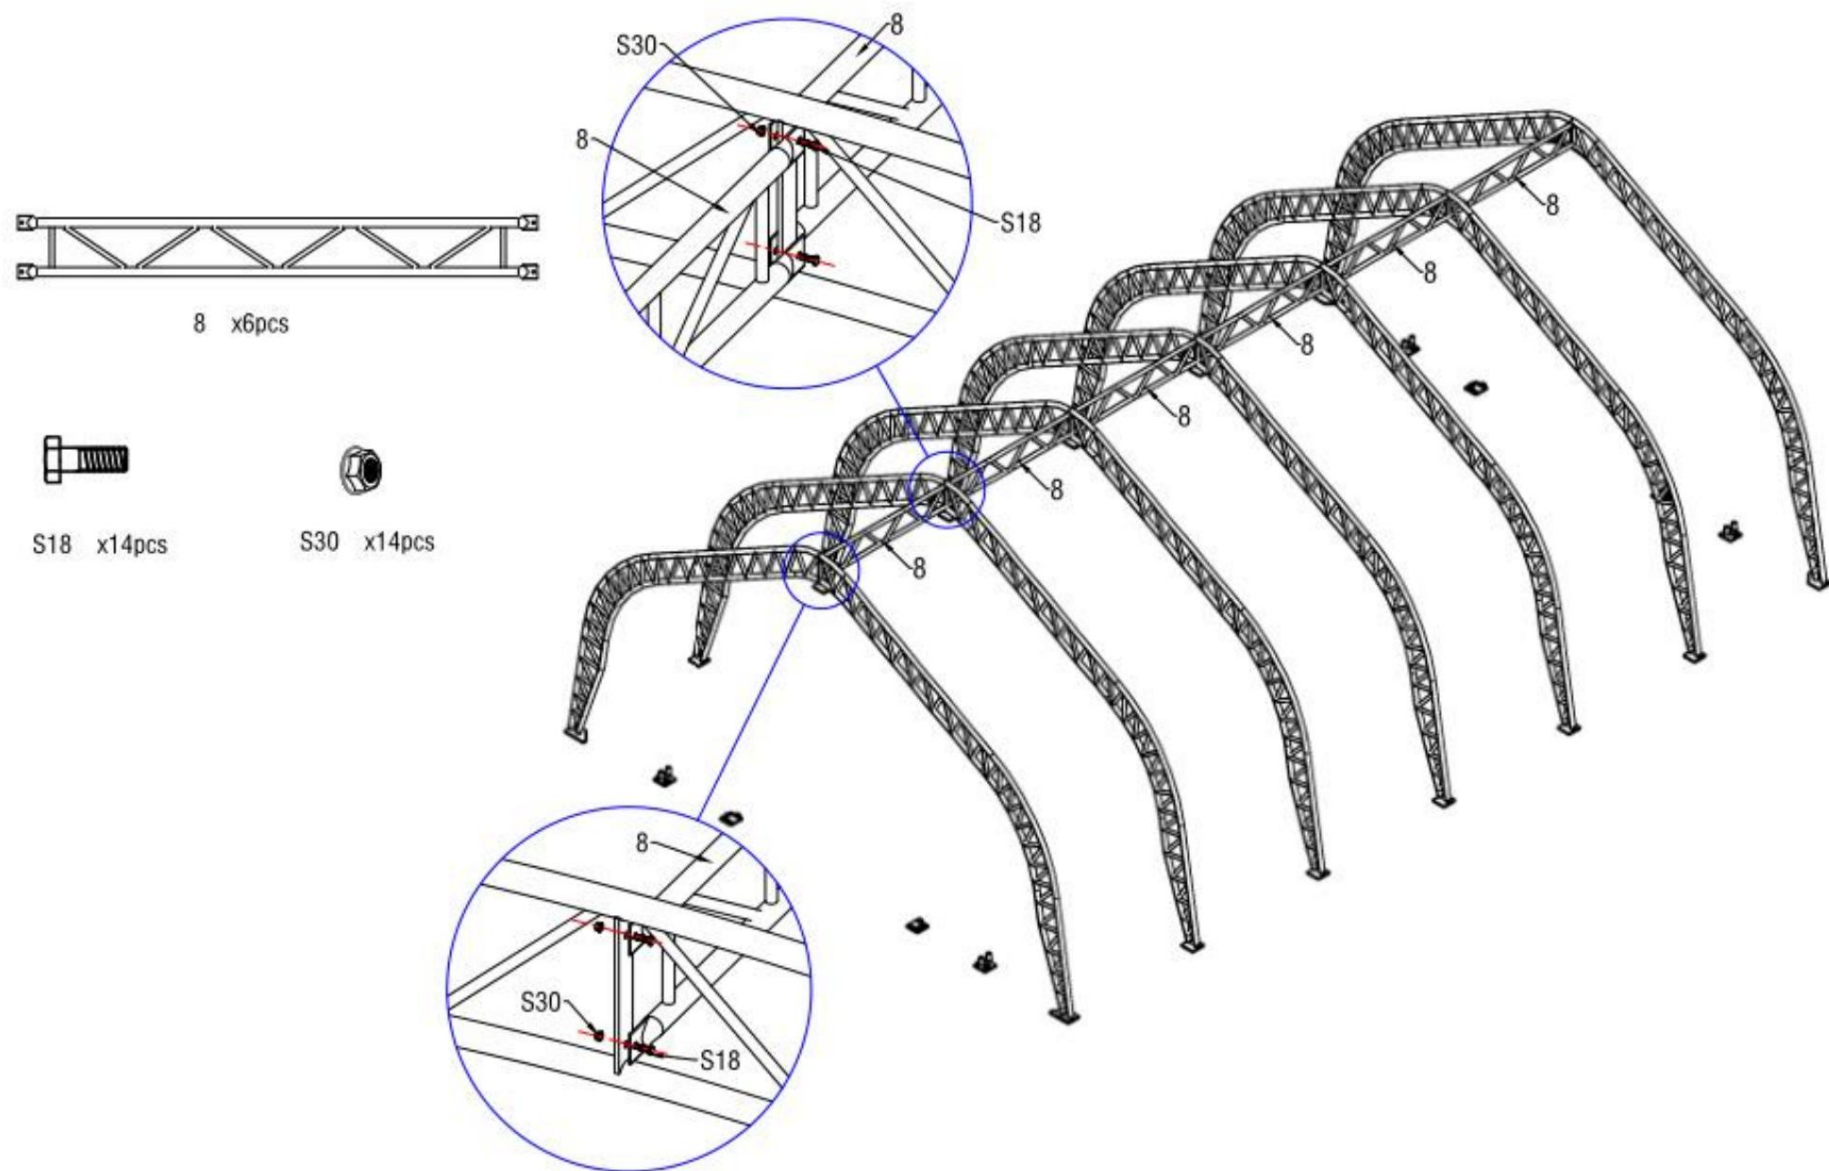
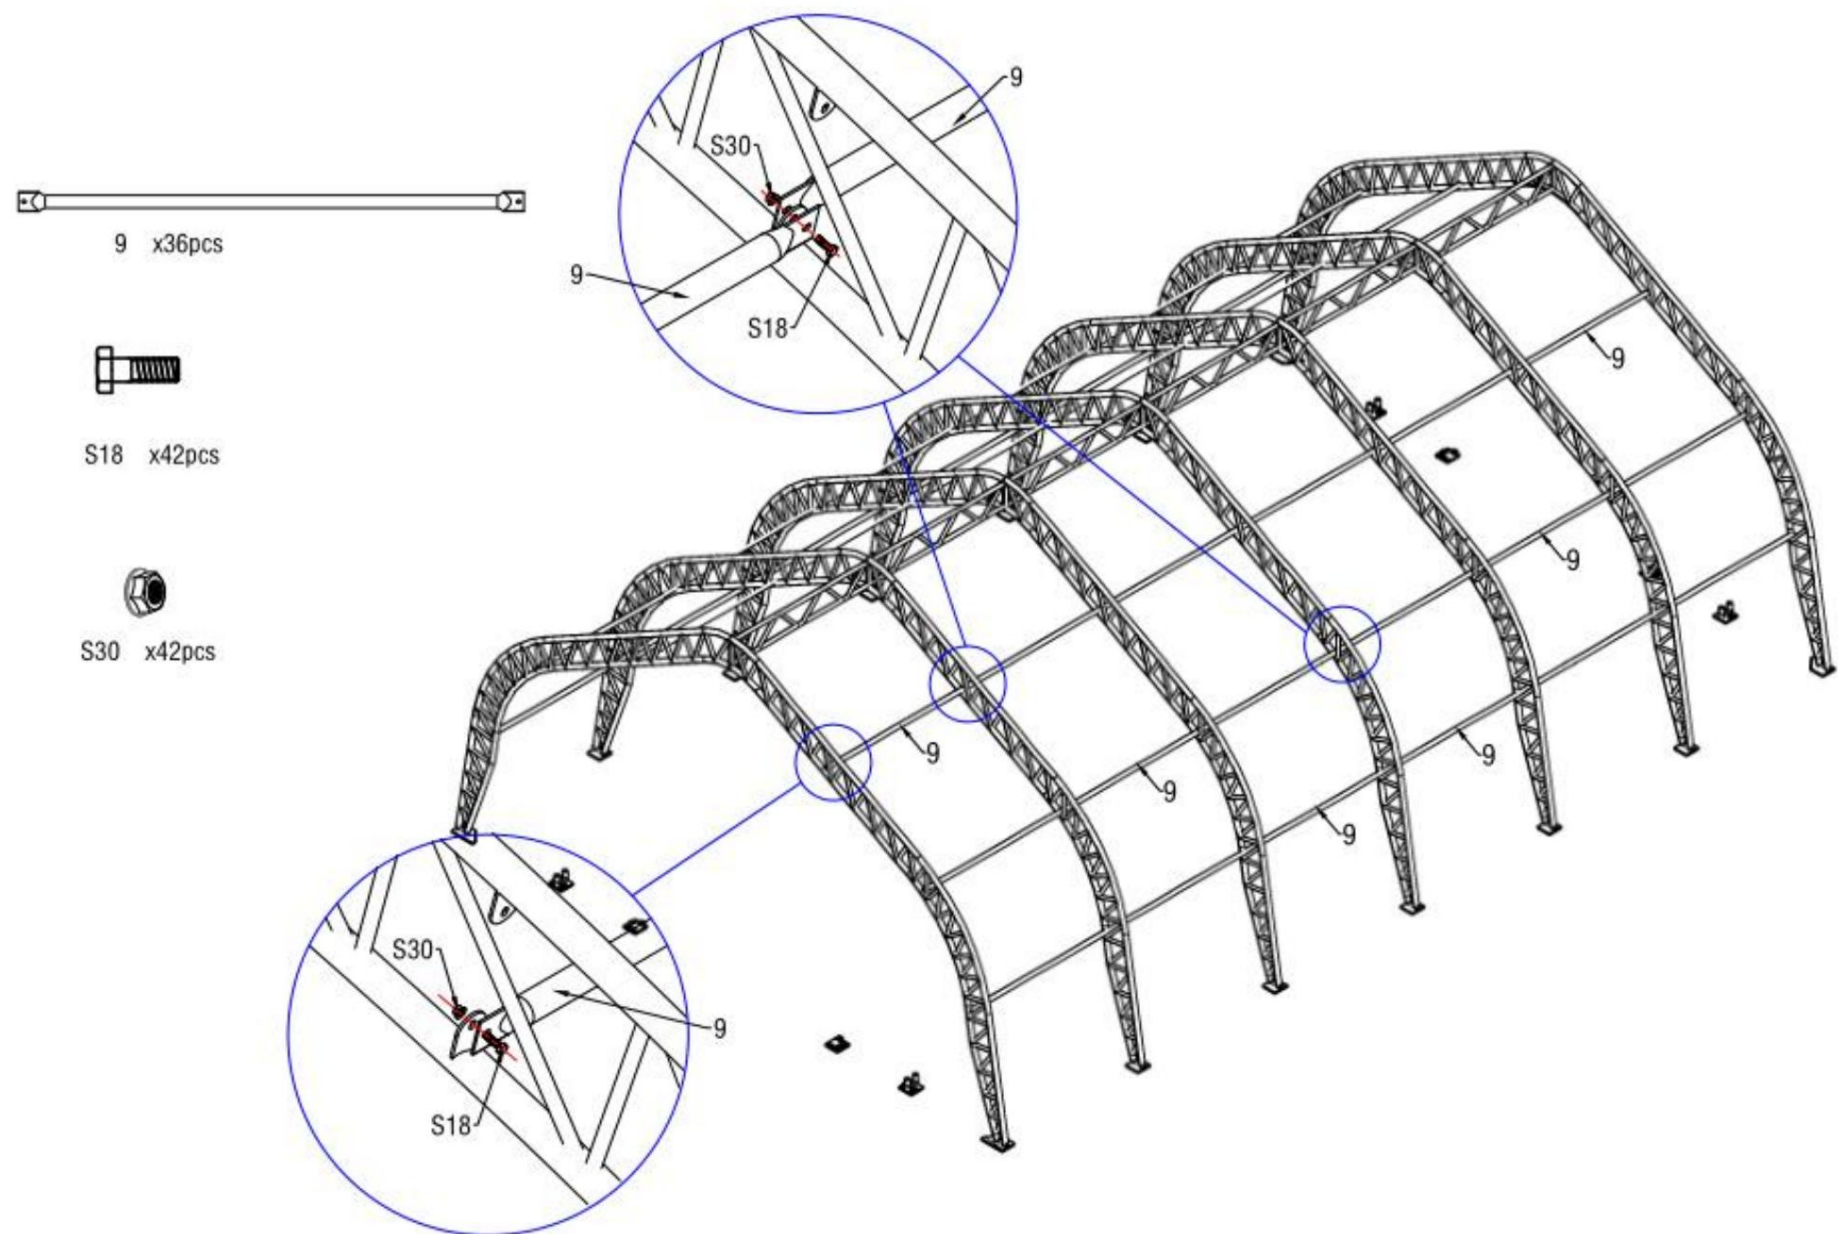

Figure 7
Figure 8
4. La figure 7 ci-dessus illustre l'installation des arches dans les platines. Fixez-les à l'aide de pannes à double treillis (n° 8) à l'aide de vis M10x30 (n° S18). Fixez ensuite les arches à l'aide de pannes (n° 9) à l'aide de vis M10x30 (n° 18). Fixez ensuite les autres pannes. Le cadre tendu est terminé comme illustré ci-dessous (figure 8).
5. Fixez les clips (n° 14) sur les pannes (n° 9) et installez le tube de support diagonal pour panne (n° 10) sur les clips, comme illustré à la figure 8. Connectez le tube de support diagonal pour panne (n° 10) entre le cadre de l'arche et la panne (n° 9) à l'aide de vis M10x30 (n° S18) et M10x50 (n° S17) avec une rondelle plate M10 (n° 25).